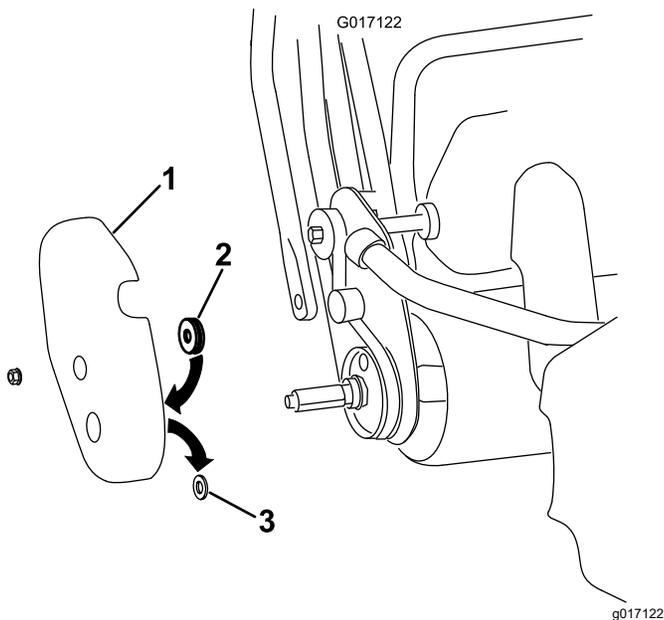

图 9
- A. 从机器上拆下右侧轮鼓盖 图 9。
- B. 从轮鼓盖上的轮轴孔卸下并丢弃橡胶垫 (图 9)。
- C. 将毛毡封粘贴到轮鼓盖的里面、放置在轮轴孔周边 (图 9)。